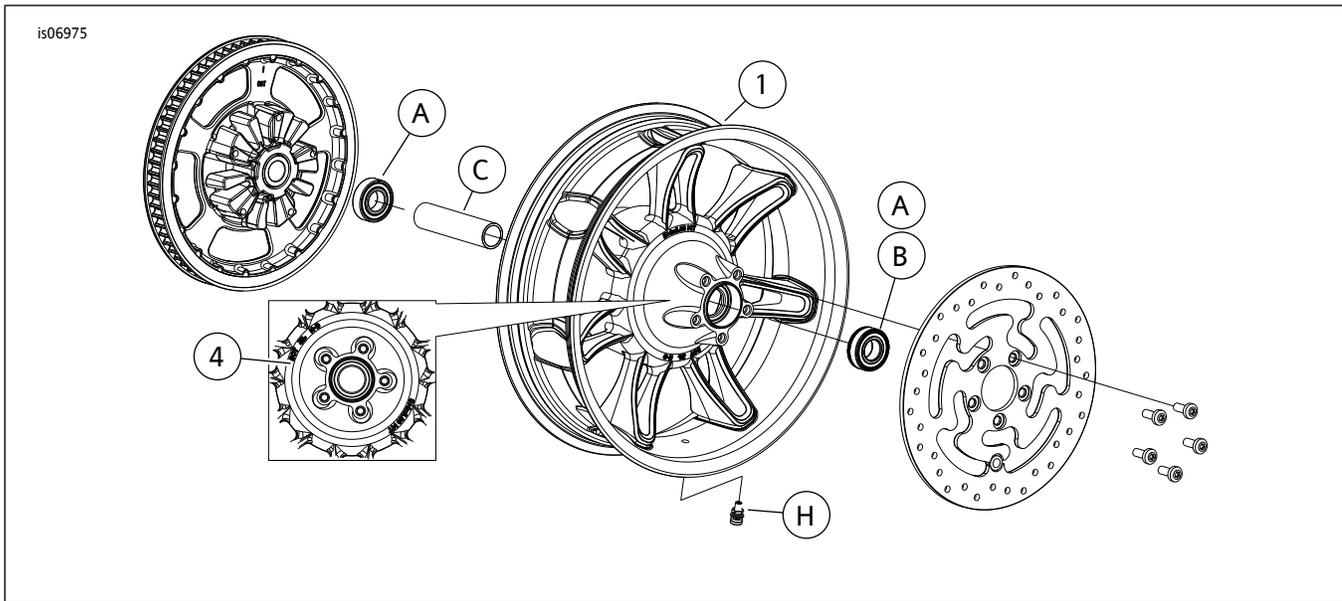

图1。维修零件：Chisel后轮( 图示为16英寸车轮 )
参见图1和维修零件表。
2. 参见图1。在车轮上安装阀杆组件(H)。参见维修手册。